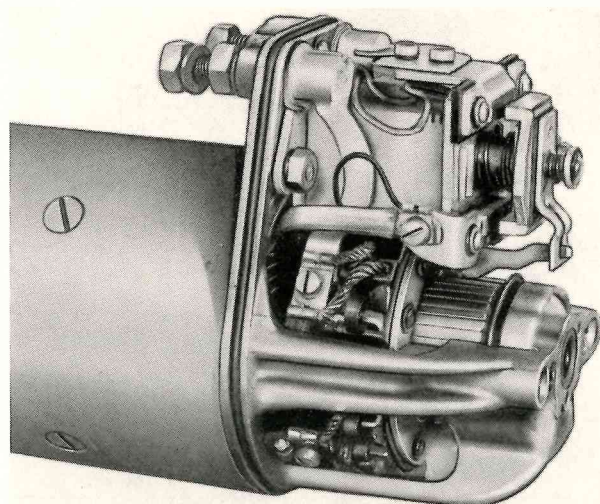

Fig. 234 - Vista esterna del motorino dal lato collettore.
- staccare la calotta di protezione (fig. 234);